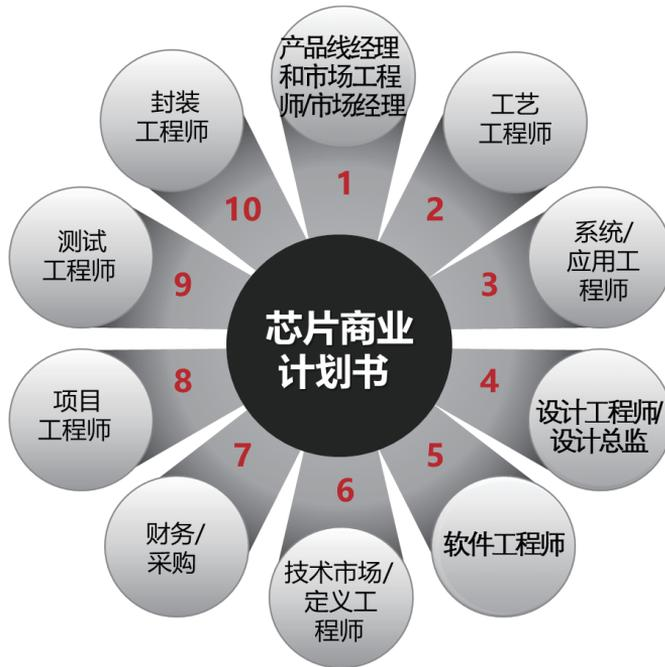

图2.18 芯片商业计划书的贡献团队
- 财务/采购（Financing/Procurement）：负责管理供应商（晶圆、封测、其他合封的芯片供应商等）的审核，采购合同管理，价格谈判等。这些成员的共同协力，才可以完成商业计划书，如图2.18所示。